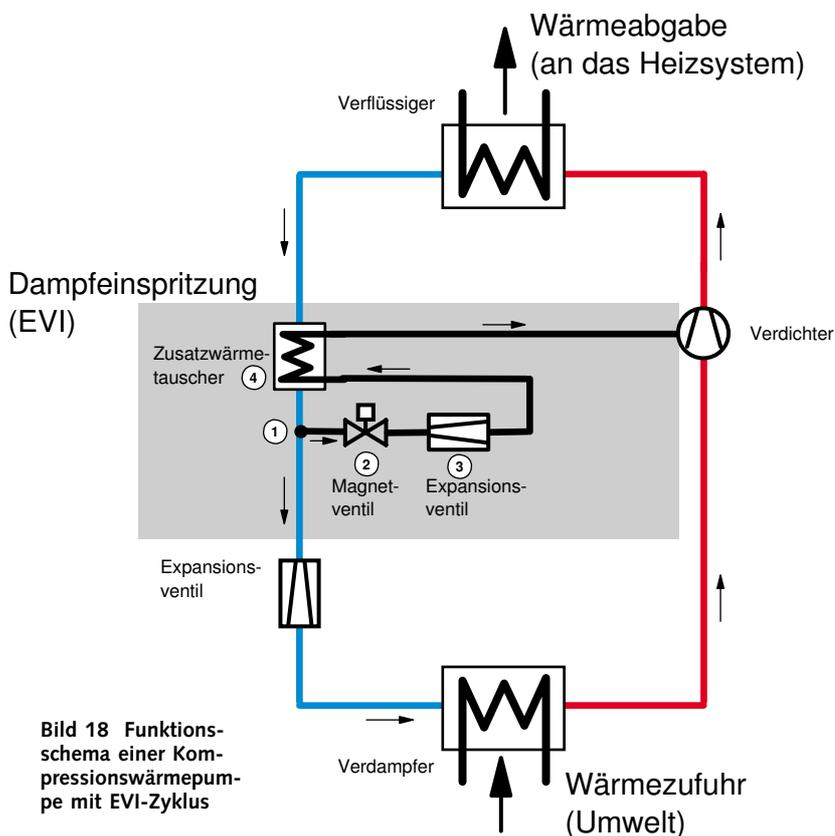

Bild 18 Funktionsschema einer Kompressionswärmepumpe mit EVI-Zyklus
Eine andere technische Lösung, hohe Vorlauftemperaturen mit dem Kältemittel R 407 C zu erzielen, bietet der modifizierte, einstufige Kältekreis mit Dampfeinspritzung (Bild 18). Bei diesem auch EVI-Zyklus (engl. Enhanced Vapour Injection) genannten Verfahren wird nach dem Verflüssiger (1) über ein Magnetventil (2) die Einspritzmenge des Kältemittels abgezweigt. Dieses flüssige aber unter hohem Druck stehende Kältemittel wird im Expansionsventil (3) auf den Einspritzdruck entspannt und in einem